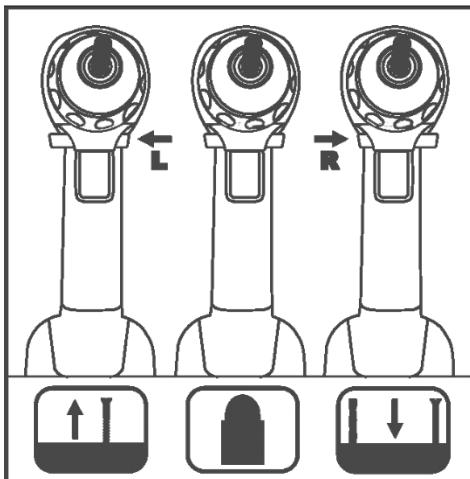

Рисунок 2
2.3.8 Перемикач реверсу (напрямку обертання шпинделя) (4) дозволяє змінювати напрямок обертання патрому при виконанні операцій загвинчування/вигвинчування шурупів і гвинтів (див. рисунок 2).